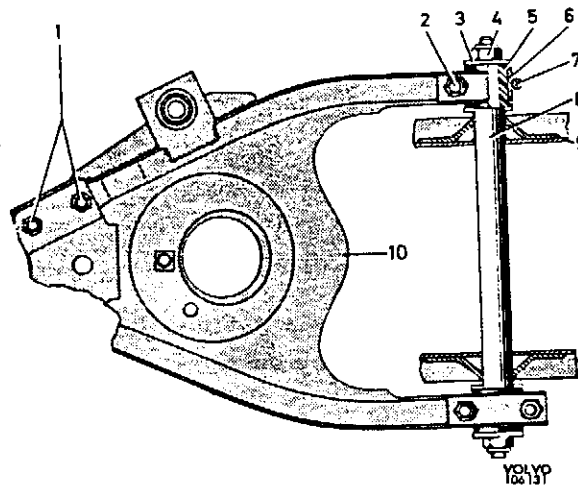
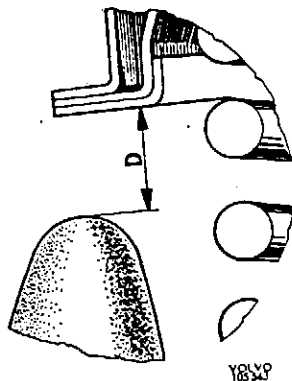

Abb. 31 Unterer Querlenker, früh. Ausf.
Abb. 32 Einbaulage für Querlenker
2. Muttern (2, Abb. 31) abschrauben und die Krampen (7) entfernen. Muttern (4) lösen und Unterlegscheiben (3) abnehmen.
- buchsen (5) und Metallbuchsen (6) von der Querlenkerachse abziehen.
4. Neue Gummibuchsen (5) und Metallbuchsen (6) mit Seifenlösung anfeuchten und auf der Querlenkerachse (8) einbauen. Unterlegscheiben (3) anbringen und die Muttern (4) aufschrauben. Beim Anziehen der Verschlußmutter soll der Querlenker radseitig so weit hochgestützt werden, daß der Abstand zwischen Gummipuffer und Vorderachsträger ungefähr 40 mm beträgt. Anziehmoment für Verschlußschrauben: 5,5–6,2 mkp.
5. Querlenker entlasten und die Krampen (7, Abb. 31) mit den Muttern (2) um die Querlenkerachse zusammenspannen. Muttern mit einem Moment von 2–2,5 mkp festziehen.
5. Querlenker-Achsbolzen (3) einbauen. Beachten, daß die kleinere Scheibe (1) unter dem Bolzenkopf angebracht werden muß.
6. Gegenüberliegend die größere Scheibe (5) anbringen und die Verschlußmutter (6) aufschrauben. Verschlußmutter nicht endgültig festziehen.
7. Wagenheber senken und radseitig unter der Feder ansetzen. Unteren Querlenker vorsichtig hochstützen, bis der Abstand zwischen Gummipuffer und Vorderachsträger (Maß D, Abb. 32) ca. 40 mm beträgt. In dieser Stellung
7. Betr. früh. Ausf.: Die Mutter (2, Abb. 31) lösen und die Krampen (7) bauseitig öffnen, wonach der Querlenker abgehoben werden kann.
8. Der Einbau geschieht in umgekehrter Reihenfolge. Bei der früh. Ausf. werden die Muttern (2, Abb. 15) an den Krampen mit einem Moment von 2,0–2,5 mkp festgezogen. Für beide Ausführungen gilt, daß der Abstand von der Spitze des Gummipuffers bis zum Vorderachsträger (Maß D, Abb. 32) ca. 40 mm bei Festzug der Verschlußmuttern (4, Abb. 31) bzw. (6, Abb. 15) betragen muß. Bez. Stoßdämpfer sei bemerkt, daß mehrere Ausführungen mit unterschiedlichen Anweisungen zum Festzug der Muttern in Gebrauch sind. Siehe diesbezüglich im Werkstatt-Handbuch, Abt. 7 unter dem Titel „Einbau der Stoßdämpfer“. Nach Umrüstung des unteren Querlenkers ist die Vorderradstellung zu überprüfen und ggf. zu berichtigen, s. unter „Vorderradeinstellung“.